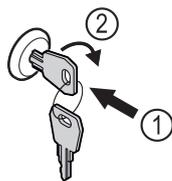

Fig. 192 Immagine a titolo di esempio
- ▶ Inserire la chiave Fig. 192 (1).
- ▶ Ruotare la chiave di 90° in senso orario Fig. 192 (2).